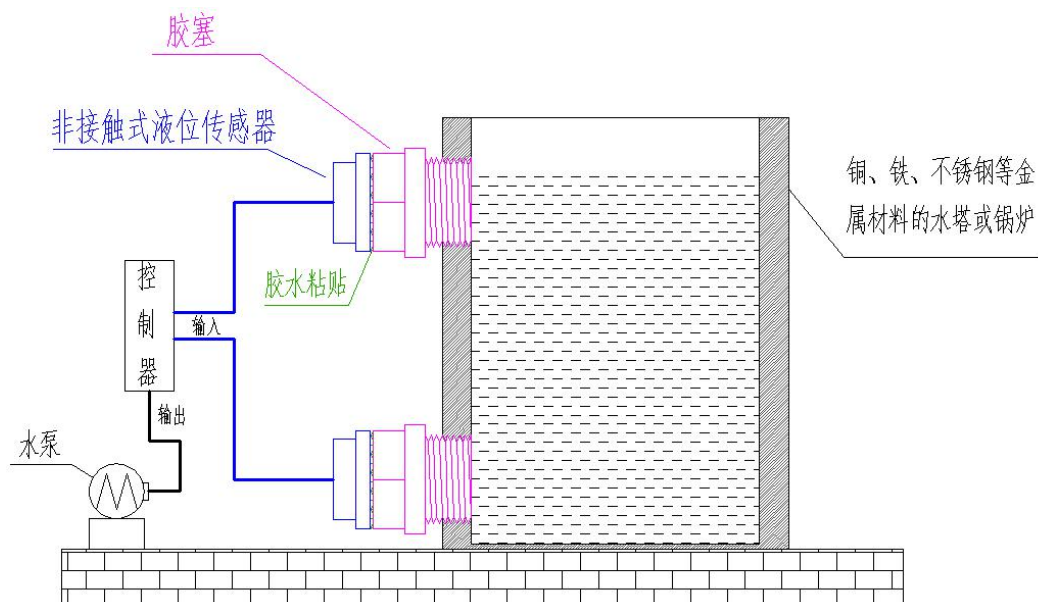
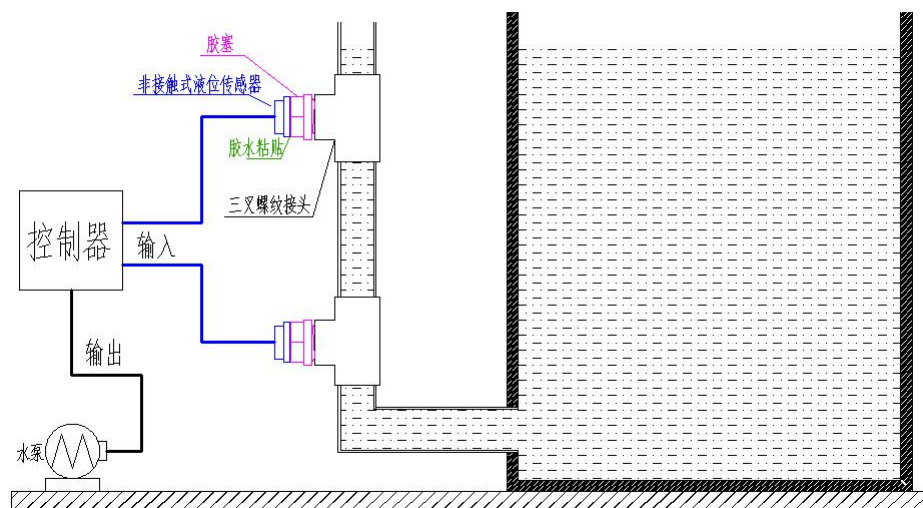
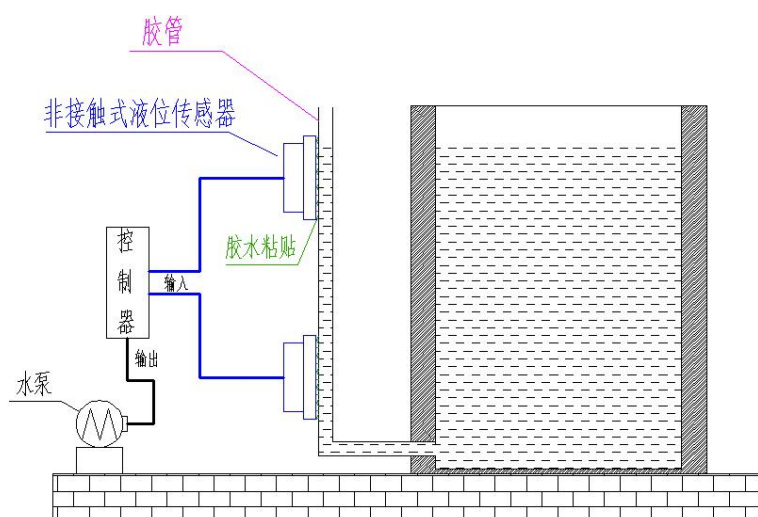

图 2 感应器在金属容器的安装示意图
图 3 感应器安装在外接管道三叉接头的安装示意图（金属、吸水性容器安装示意图）
图 4 感应器直贴在外接管道上的安装示意图（金属、吸水性容器安装示意图）
- 4、用胶水将感应器粘贴在胶塞上，并用支架固定好，等胶水凝固后再取下支架。金属容器的安装示意如图 2。
陶瓷、瓦、砖、瓷砖、水泥、木板等材料制成的容器，其本身是属于绝缘体或弱导电性的。这类容器在不装水且干燥的情况下接近液位感应器可能不会被检测到，但是在容器里装水时容器壁会吸水，导致容器壁变成了导体；此时即使放完了容器的水，感应器接近容器壁时也会被检测到信号。如果要把感应器用于这一类材质的容器上，其安装方式应按照金属容器的安装方法，安装方法见“第二类：金属导电材料容器”及图 2；或者用外接管道的方式安装。见图 3、图 4。